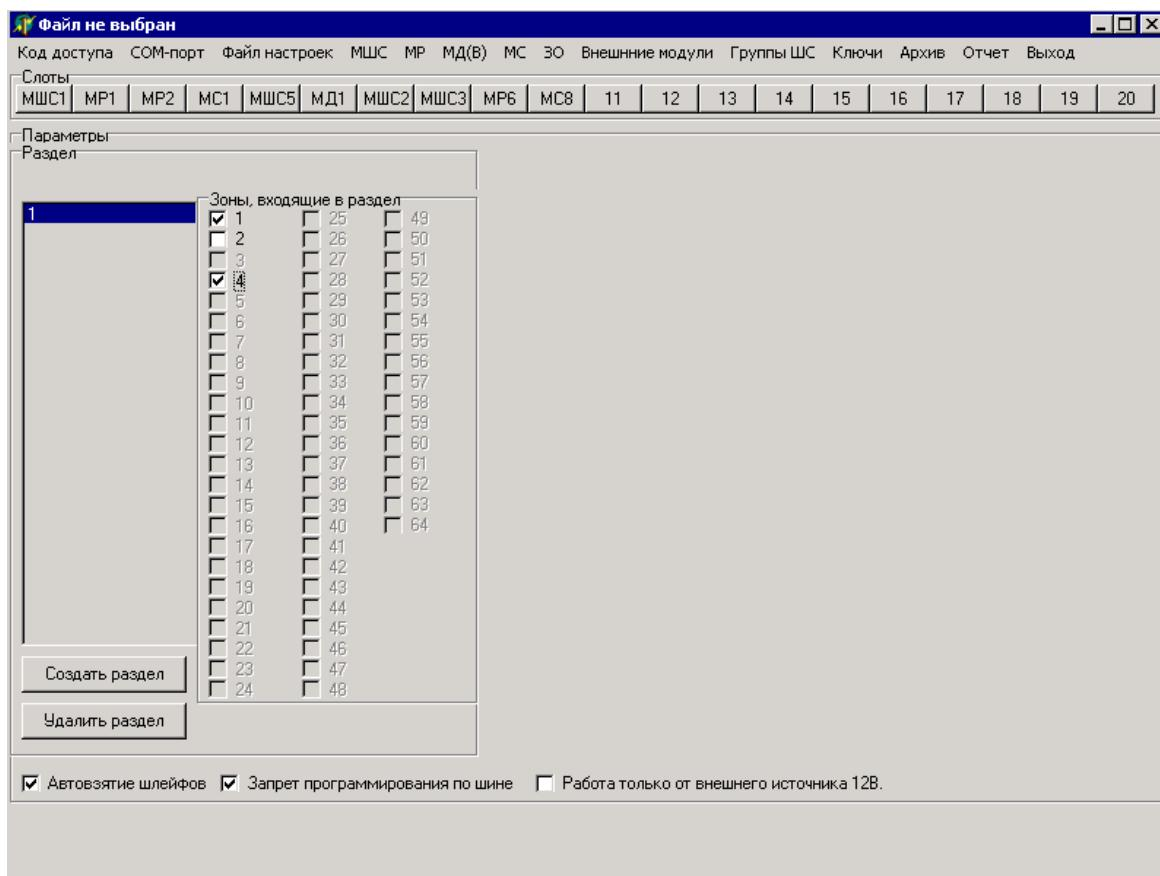

Рисунок 17
2.1.5.6 При нажатии командной кнопки «Создать раздел» в конце списка разделов появляется новый раздел (первоначально пустой) с автоматически сформированным порядковым номером. В списке «Зоны, входящие в раздел» необходимо отметить значком «» те зоны, которые входят в текущий (создаваемый) раздел (рисунок 17). Одна и та же зона может быть включена в состав любого количества создаваемых разделов.